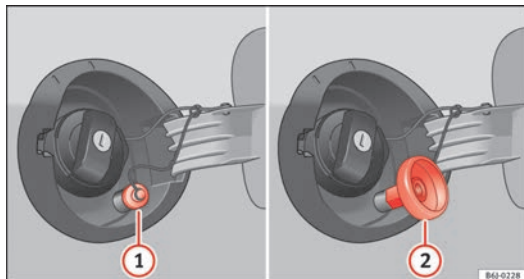

Abb. 121 Geöffnete Tankklappe mit Autogas-Einfüllstutzen und Adapter.
- Schrauben Sie den Deckel des Autogas-Einfüllstutzens ⇒ Abb. 121 (1) ab.
- Schrauben Sie den erforderlichen Adapter ⇒ Abb. 121 (2) auf den Autogas-Einfüllstutzen (1).
- Schrauben Sie den Adapter ⇒ Abb. 121 (2) wieder ab. ▶
⇒ Abb. 121  auf.